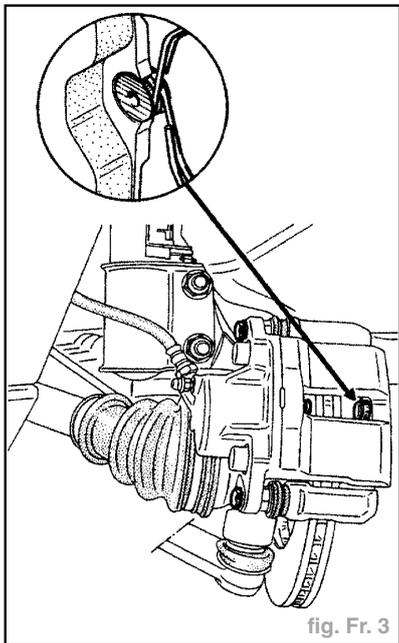

fig. Fr. 3
- Monter les garnitures neuves munies de leur ressort en respectant leur sens de montage (fig. Fr. 3).